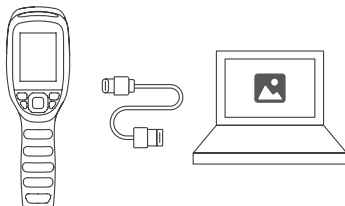

Figure 3.1.1
2. Connectez le TC004 à votre ordinateur avec le câble USB fourni (voir Figure 3.1.1).